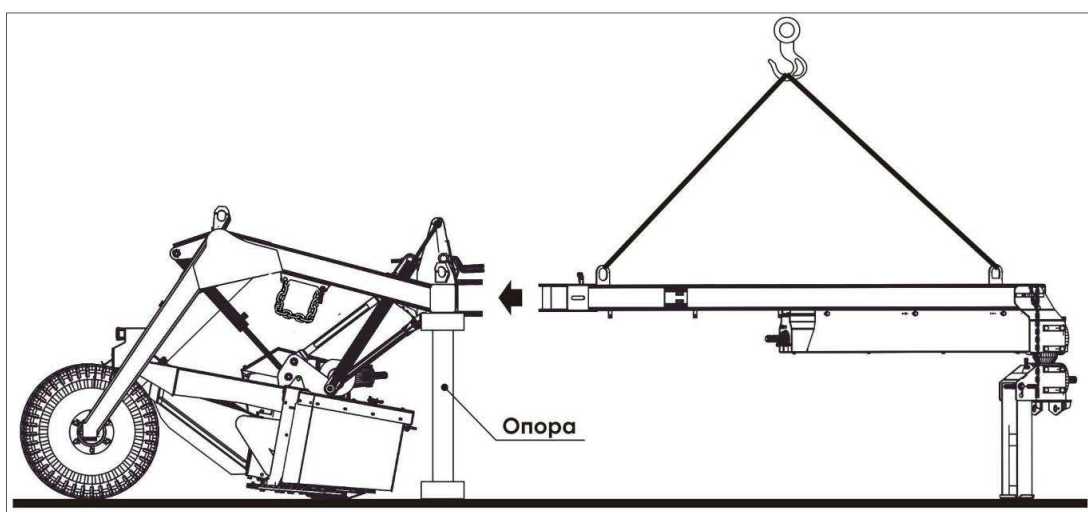

Рисунок 5.1 - Досборка косилки
2) Поднять косилку грузоподъёмным устройством. Установить и закрепить ходовые колеса на раме косилки. Транспортные опоры 7 (рисунок 2.3) следует снять. При необходимости допускается транспортные опоры установить на те же кронштейны. Опустить косилку на поверхность площадки, предварительно подставив под раму подставку такой высоты, чтобы плоскость кронштейна для присоединения сницы была параллельна поверхности земли (рисунок 5.1). Накачать шины ходовых колес до давления 0,3 МПа. Застопорить косилку от продольного перемещения башмаками, прилагаемыми к машине, подставив их под ходовые колеса с разных сторон;
3) Застропить сницу. С помощью грузоподъёмного устройства завести сницу в кронштейн рамы косилки (рисунок 5.1). Совместить отверстия кронштейна и сницы. Зафиксировать сницу;